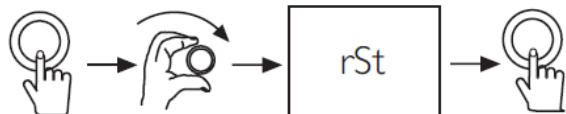

Fig. 28: Rearme de códigos de error
1. Algunos códigos de error pueden rearmarse. Si aparece un código de error en la pantalla, realice el proceso de rearme (Fig. 28) para intentar eliminar el fallo.